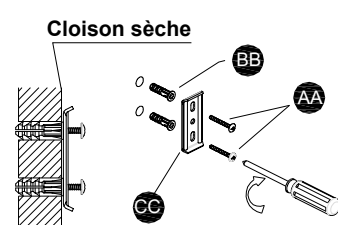

Fig. 4
- Si vous installez l'article dans une cloison sèche, insérez les chevilles d'ancrage en plastique **BB** et vissez-le à l'aide d'un tournevis cruciforme. Fixez le support de fixation **CC** au mur à l'aide des vis de montage **AA** (fig. 4).